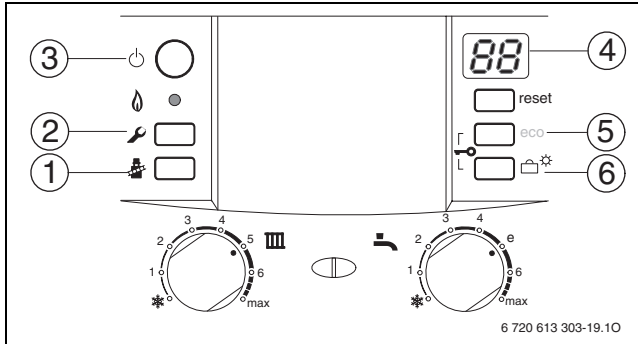

图 40 设备控制器
- B 按住按钮 (5) 或 (6) (图 40) 直到出现想要的检修功能。
- B 同时按住按钮 (5) 和 (6) (图 40) 约 5 秒钟 (显示屏上显示) 直到显示屏上再次显示数字字母组合, 如 8.A。
- B 按住按钮 (5) 或 (6) (图 40) 直到出现想要的检修功能的值。